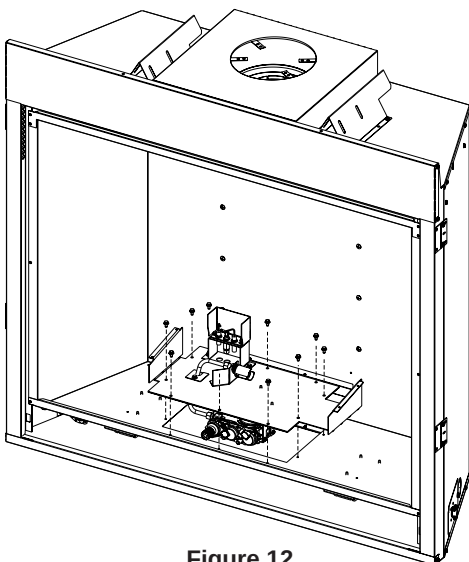

Figure 12
8. Déposer les dix vis et soulever la base assemblée brûleur. Déconnecter la conduite de gaz. Conserver le brûleur et les vis pour le remontage. **Voir Figure 12.**
14. Ouvrir l'alimentation en gaz et vérifier s'il y a des fuites. Réinstaller la base du brûleur et les dix vis déposées à l'étape 8. **Voir Figure 12.**